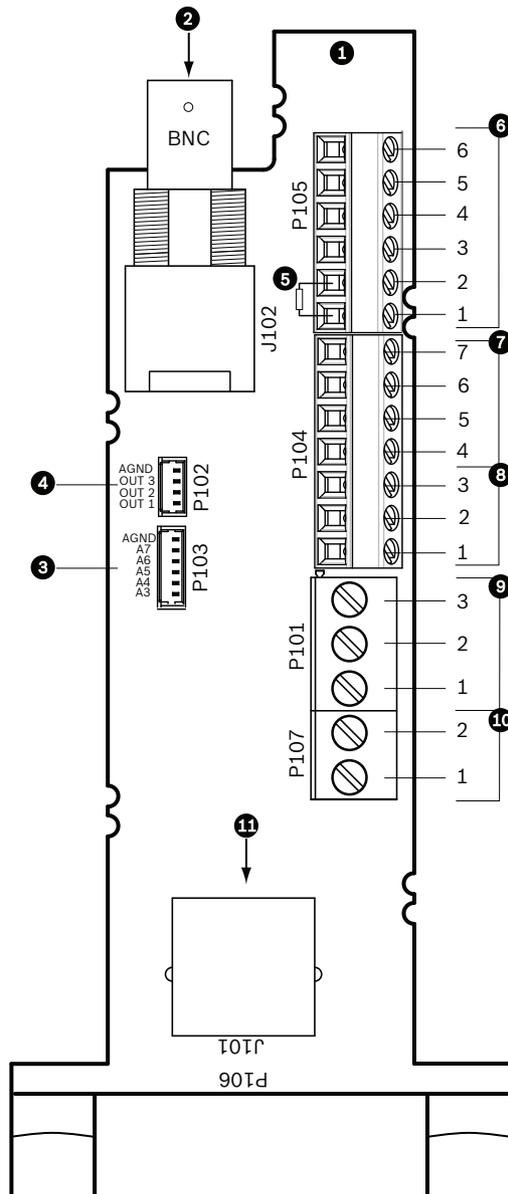

Figura 3.10 Conexiones de la placa de interfaz de techo
2. Conecte los cables de entrada/salida de datos de control a los terminales correspondientes del conector P105 de la placa de interfaz de techo. En la *Figura 3.10, Página 50* podrá ver una ilustración de estas conexiones.